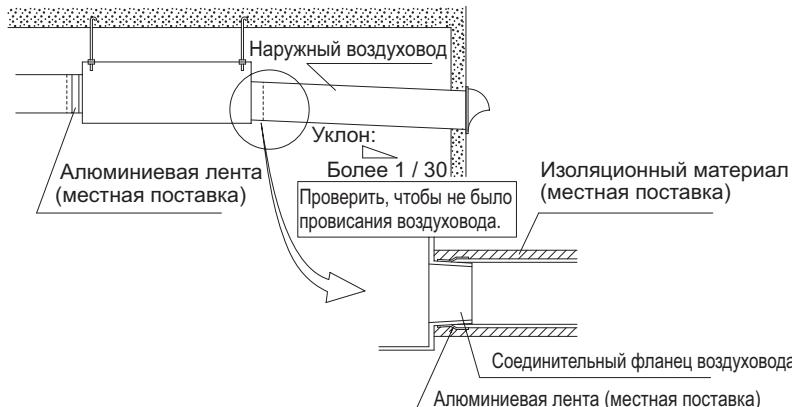

Рис. 16
- Для предотвращения утечки воздуха, обмотать алюминиевую ленту вокруг секции соединения фланца и воздуховода. (См. Рис. 16)
- Установить два наружных воздуховода с уклоном вниз (угол не менее 1 / 30), чтобы предотвратить попадание дождевых вод. Кроме того, выполните изоляцию трех воздуховодов (наружных и внутреннего воздуховода подаваемого воздуха), чтобы предотвратить конденсацию. (Материал: Стекловата толщиной 25 мм) (См. Рис. 16)
- Использование гибких или тихих воздуховодов может быть эффективным в снижении уровня шума воздуха, подаваемого в помещение (SA). Необходимо выбирать материалы с учетом скорости вентилятора и уровня шума при работе блока. Для выбора материалов обратитесь к Вашему дилеру компании Daikin.
- Расстояние между воздуховыпускным отверстием (EA) и воздухозаборным отверстием для наружного воздуха (OA) должно быть в 3 раза больше диаметра воздуховода.